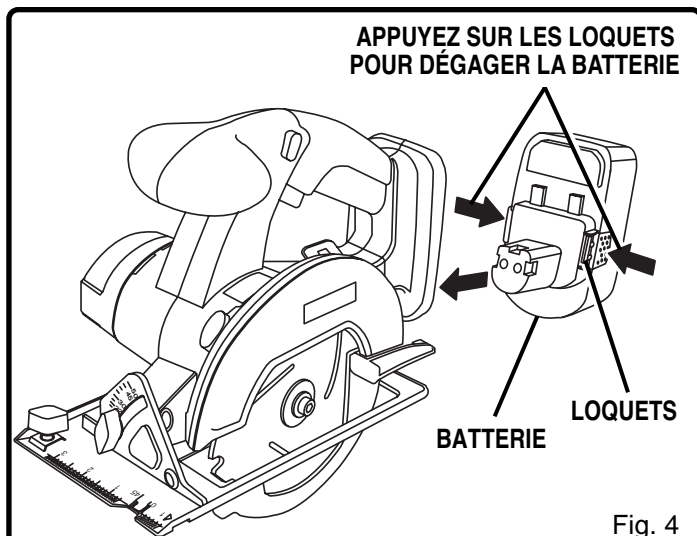

Fig. 4
- Situez les loquets à l'extrémité de la batterie et appuyez pour dégager la batterie de la scie. *Voir figure 4.*
Voir figure 4.